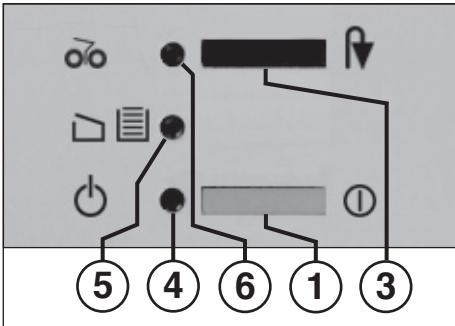

Рис. 1
1 = Переключатель (рис. 1)
3 = Переключатель (Рис. 1)
4 = Контрольная лампочка (рис. 1)
5 = Контрольная лампочка (рис. 1)
6 = Контрольная лампочка (рис. 1)
- Включите машинку с помощью переключателя (1) (рис. 1). Загорается контрольная лампочка (4) (рис. 1).
При заполнении бумаги сборника прибор отключается. Контрольный индикатор "Корзина заполнена" / "Дверца открыта" (5) (Рис. 1) **мигает**. При засорении режущего механизма загорается одновременно контрольный индикатор "Засор" / "Стоп" (6). Прогодите опорожнение приемного мешка следующим образом:
- Задгиньте гыдгижную раму вместе с мешком гнутие измельчителя и закройте дверцу. Контрольный индикатор (5) (рис. 1) гаснет.
- Нажмите переключатель "Реверс" / "Стоп" (3). Режущий механизм измельчает остатки бумаги во входном отверстии и отключается. Контрольный индикатор (6) гаснет. После этого можно продолжить резку бумаги.
- Загорается контрольный индикатор (6) (рис. 1).
- Нажмите и **удерживайте** кнопку переключателя "Реверс" / "Стоп" (3), удалите бумагу, выходящую при этом из входного отверстия прибора.
- После удаления бумаги режущий механизм начинает вращение вперёд и измельчает остатки во входном отверстии, а затем отключается. Контрольный индикатор (6) (Рис. 1) гаснет.
**Указание:** Если удалить бумагу невозможно, то необходимо однократно нажать кнопку переключателя "Реверс" / "Стоп" (3). Режущий механизм повторяет автоматически вышеописанный процесс до полного удаления остатков бумаги из входного отверстия.
если происходит перегрузка двигателя, то он отключается. Выключите прибор с помощью переключателя (1) (рис. 1).